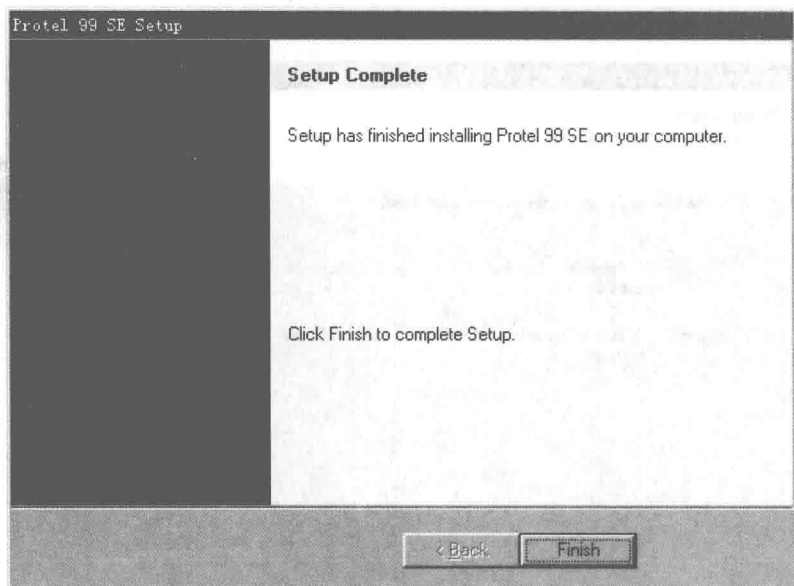

图 1.6 第六个 Protel 99 SE Setup 对话框
(6) 单击“Next”按钮, 开始安装, 安装过程中显示安装进度界面, 若需要终止安装过程, 可以单击“Cancel”按钮。
(7) 安装后选择重新启动系统, 接着显示第六个 Protel 99 SE Setup 对话框, 如图 1.6 所示, 单击“Finish”按钮完成安装。